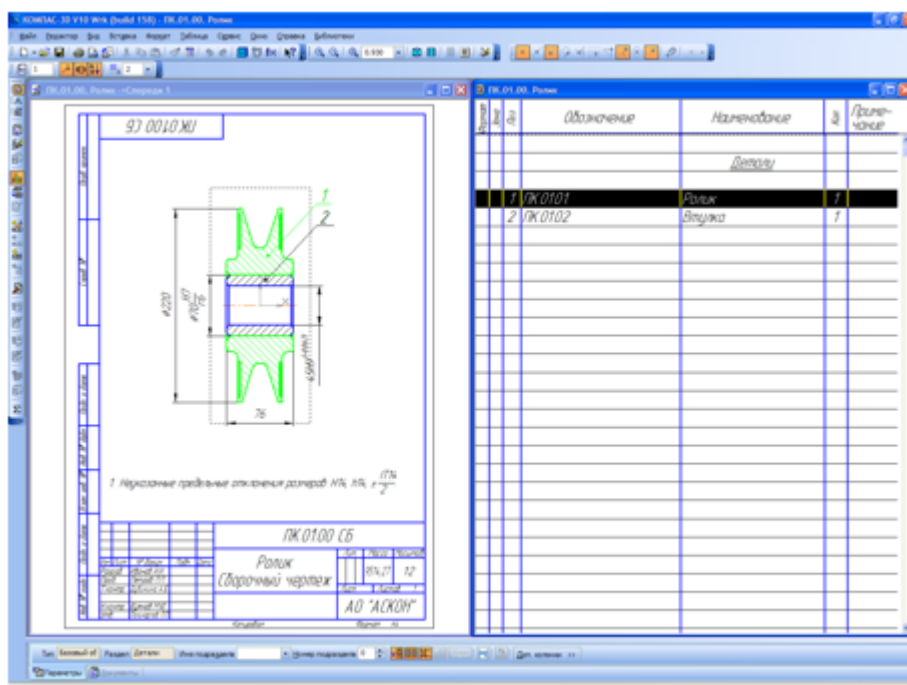

Рисунок 11
- Нажмите кнопку Показать состав объекта на инструментальной панели Спецификация. На чертеже будет подсвечена деталь Ролик (рис.11).